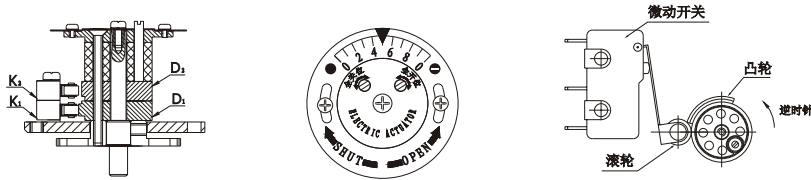

图5
- 4)经过以上正确调整,如果发现指针指示状态与阀门实际位置不符(多为阀杆及联轴器加工时有位置偏差造成),此时可松开图5(或图8)刻度盘两侧的小盘头十字螺钉,转动刻度盘矫正好指示位置重新锁紧即可(注意不要松动指针)。
三、行程开关(电气保护)的调整(图5)